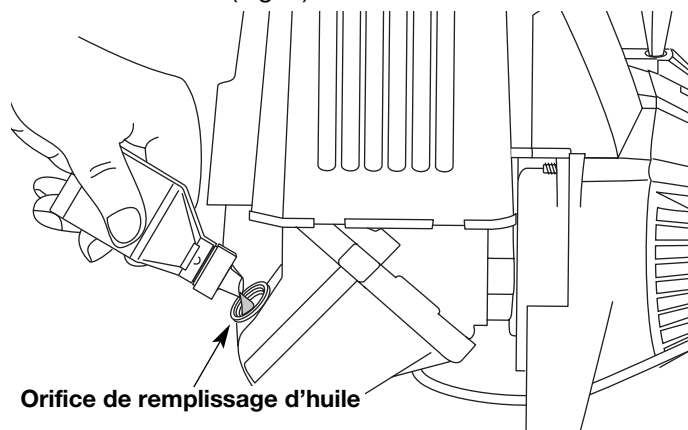

Figure 8
4. Versez tout le contenu de la bouteille d'huile dans le carter-moteur (Fig. 8).